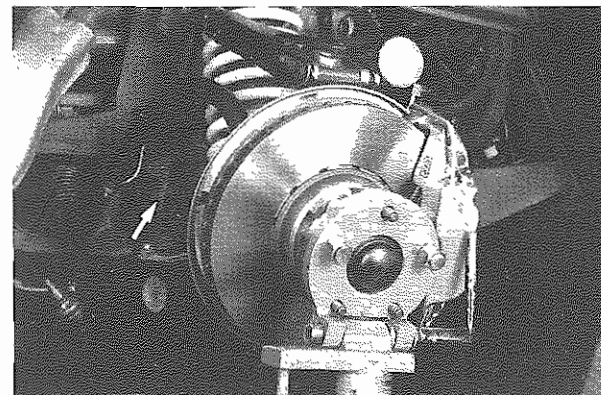

Fig. 3 - Vite fissaggio braccio inferiore
- Allentare ed estrarre le viti fissaggio braccio inferiore al telaio (**Fig. 3**).
- Loosen and remove screws fixing lower arm to the frame (**Fig. 3**).